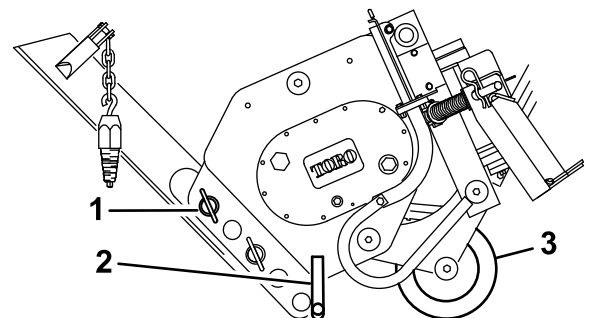

Figura 4
3. Gire la cuchilla hacia arriba y sujétela con el pasador de seguridad y el pasador de horquilla, tal y como se muestra en (Figura 4).
4. Inclíne el arado hacia adelante y bájelo al suelo o sobre el remolque, con el soporte y la cuchilla circular soportando el peso del mismo (Figura 4).
3. Gire la cuchilla hacia arriba y sujétela con el pasador de seguridad y el pasador de horquilla, tal y como se muestra en la Figura 4.